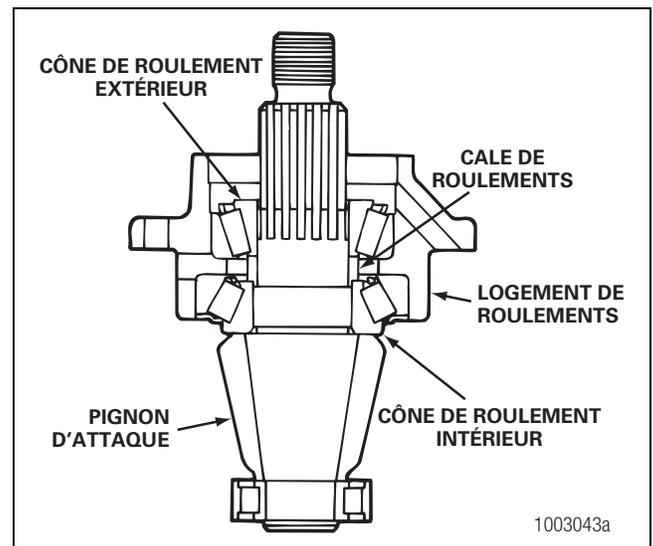

Figure 5.12
- Poser la ou les cales de réglage de roulement sur l'arbre de pignon, contre le cône du roulement intérieur. Figure 5.12. La ou les cales de réglage permettent de régler la précharge des roulements du pignon d'attaque.
- Poser le cône du roulement extérieur sur l'arbre de pignon, contre la cale. Ne pas installer la bague d'étanchéité de pignon dans le logement de roulements. Figure 5.12.